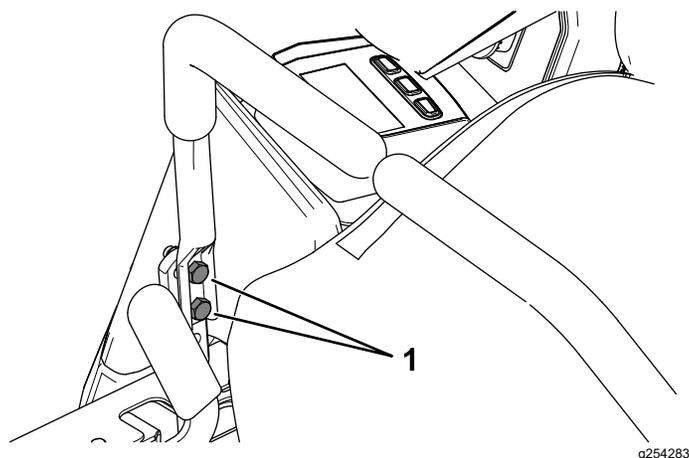

Figure 53
10. S'il est nécessaire d'ajuster l'alignement, desserrez les 2 boulons de montage du levier de commande de déplacement du côté mal aligné (Figure 53).
12. Serrez les 2 boulons de montage du levier de commande de déplacement (Figure 53).